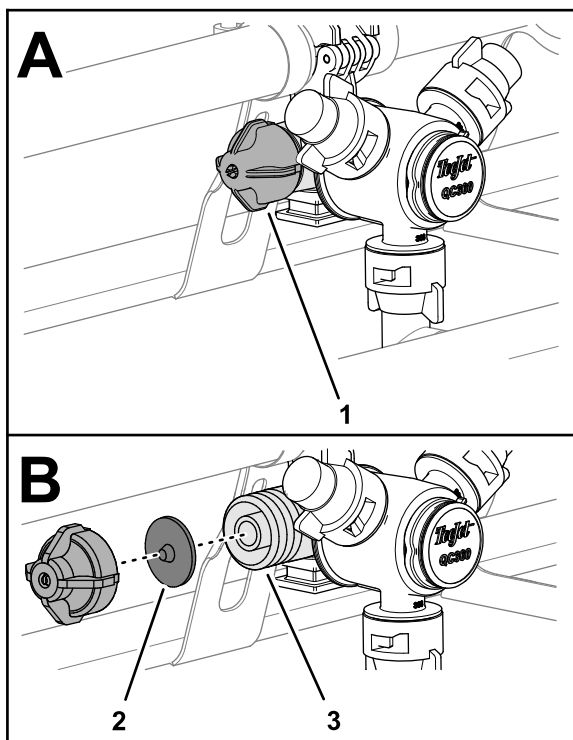

図 32
1. ダイヤフラムキャップを左に回してノズルボディからキャップを外す図 32。
2. ノズルボディから、チェックバルブのダイヤフラムを外す 図 32。
3. キャップ、ダイヤフラム、ノズルボディを真水で洗浄する 図 32。
4. ダイヤフラムをキャップに取り付ける。突起をキャップ側にむけて取り付けること 図 32。
5. ダイヤフラムとキャップをノズルボディに取り付けて手締めする 図 32。